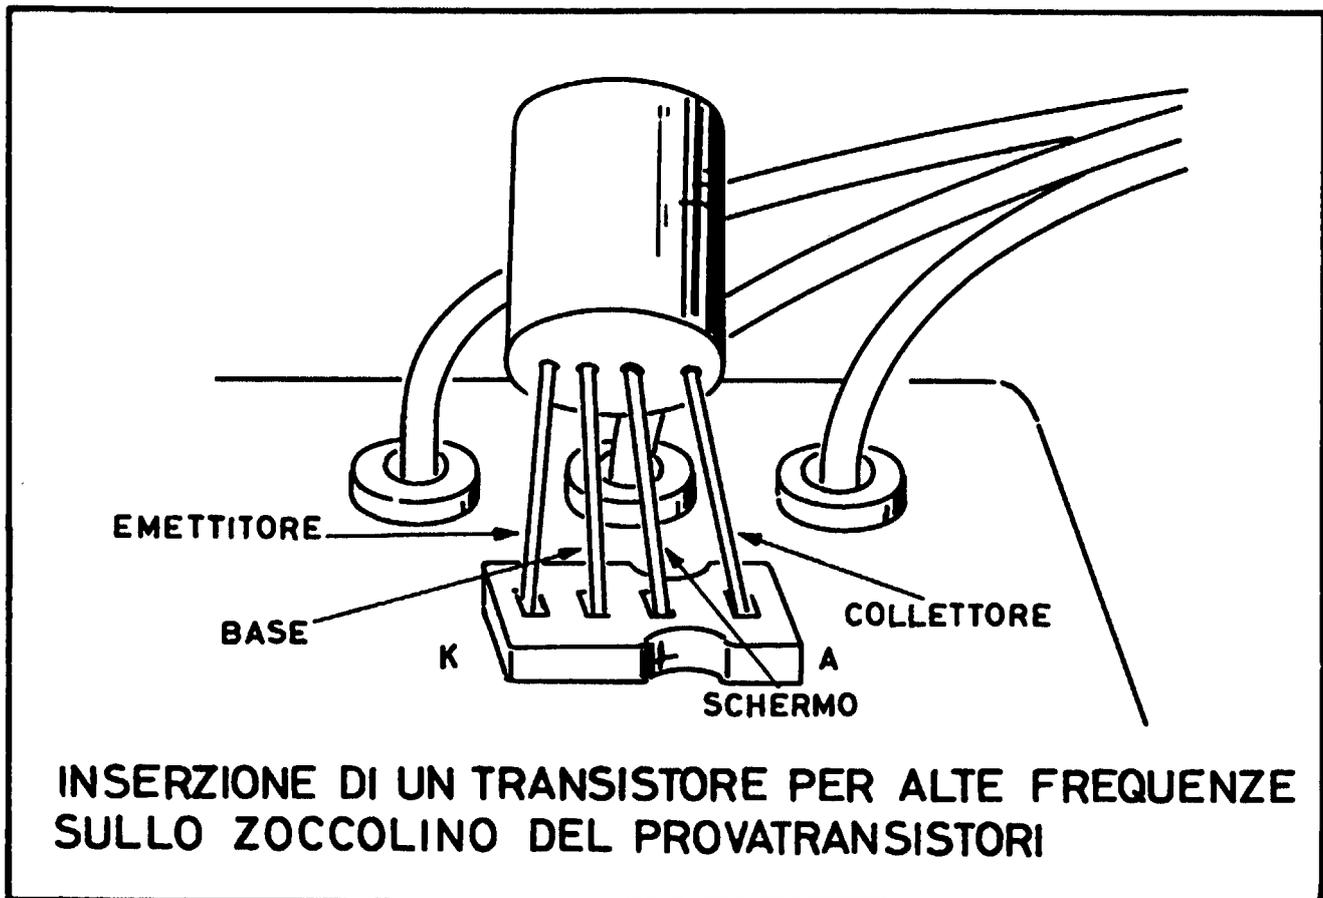

Fig. 5
2)- Quando i terminali del transistor sono corti, anziché usare le treccie con coccodrillo, per i collegamenti al transistor si può utilizzare l'apposito zoccolino portatransistori, situato sul pannello dello strumento. Nella *fig. 5* può vedere come devono essere inseriti i terminali del transistor nelle aperture dello zoccolino.